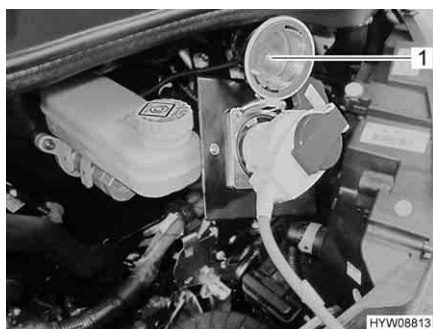

Fig. 40 Collegamento a 230 V
- Ruotare il coperchio (Fig. 40,1) in senso antiorario (chiusura a baionetta) e ribaltarlo verso l'alto.
- Inserire l'innesto rapido. Durante questa operazione il cavo di allacciamento deve trovarsi sopra la griglia di raffreddamento (Fig. 40).
- Sganciare il nasello di innesto sul veicolo, tirare l'innesto rapido e chiudere il coperchio (Fig. 40,1) del collegamento a 230 V.